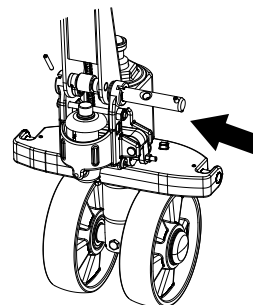

Fig. 4 - Montagem do Eixo da Alavanca
- Posicione a alavanca montada (1) dentro da bomba hidráulica.
- Utilizando um martelo, insira o eixo da alavanca (3) através dos furos alinhados da bomba hidráulica e da alavanca.
- Consulte a Fig. 4 para referência visual.